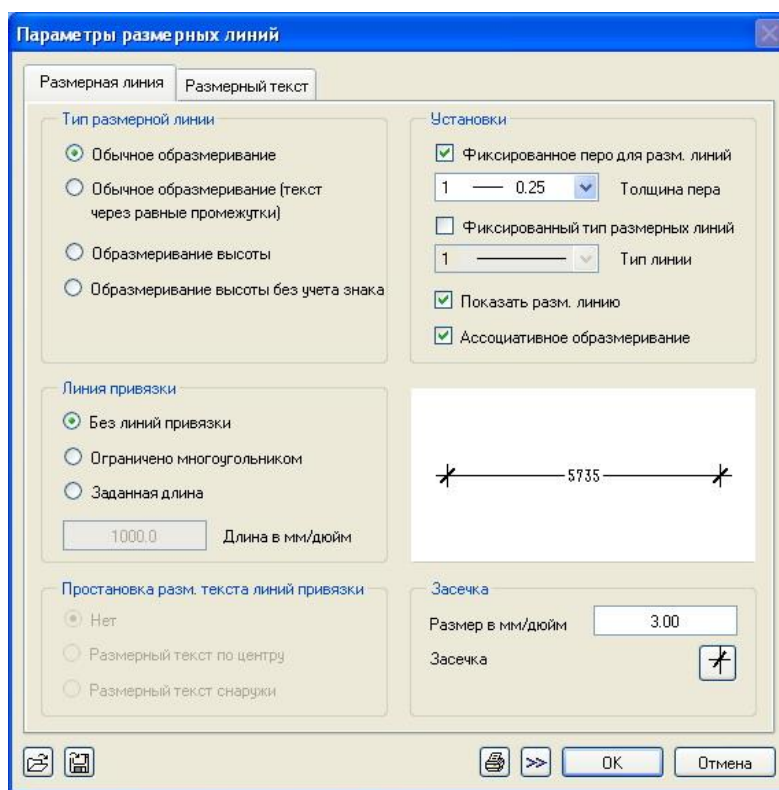

Рис. 32. Окно свойств размерной линии
Параметры размерных линий (рис. 32, 33), в которой имеется две закладки:
- размерная линия (рис. 32)